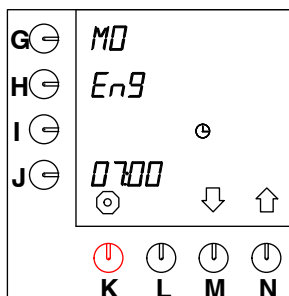

Fig. 30 Sprogindstilling
- Efter 10 sekunder vises standardindstillingen "EnG" blinkende ved siden af programmeringsknappen (fig. 30).